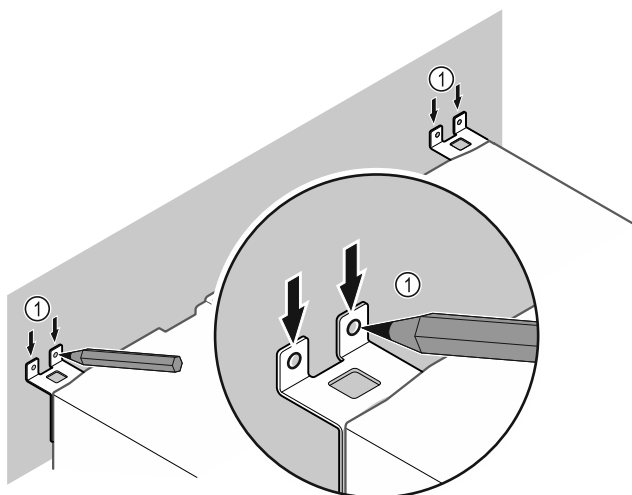

Fig. 10
- ▶ Urobte na stene značky Fig. 10 (1).